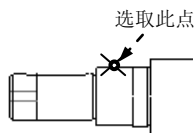

图 3.8.67 选取中心点
Step5. 在系统 $\rightarrow$ 在当前视图上，给细节选择中心点。的提示下，在图样的边线上选取一点（在视图的非边线的地方选取的点，系统不认可），此时在选取的点附近出现一个十字线，如图 3.8.67 所示。